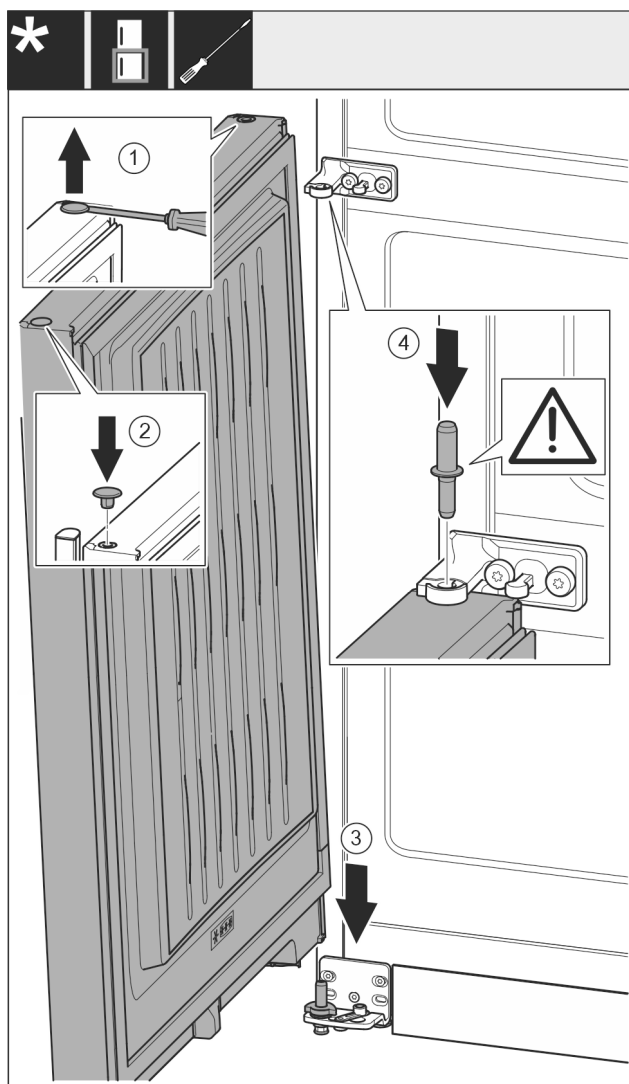

Fig. 19
- ▶ Zátku opatrně nadzvedněte plochým šroubovákem a vytáhněte. Fig. 19 (1)
- ▶ Zátku opět vložte na druhé straně dveří. Fig. 19 (2)
- ▶ Dveře nasadte shora na dolní ložiskový čep. Fig. 19 (3)
- ▶ Prostřední ložiskový čep vložte do dolních dveří přes prostřední stojan ložiska. Přitom dávejte pozor, aby zajišťovací vačka směřovala dozadu. Fig. 19 (4)